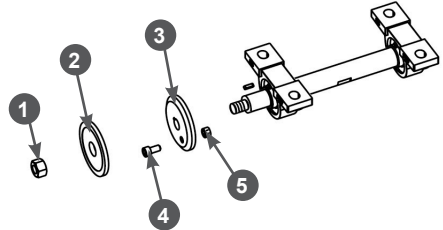

Рис. 15 Схема вала режущего диска
4. С помощью ключей, закреплённых на раме, открутите гайку 1 крепления диска (левая резьба) и снимите внешнюю шайбу 2 крепления режущего диска (Рис. 15).
5. Возьмите из комплекта поставки устройство болт М6 с гайкой, закрутите болт 4 в отверстие на внутренней шайбе 3 крепления режущего диска и законтрите его, закрутив гайку 5 (Рис. 15).